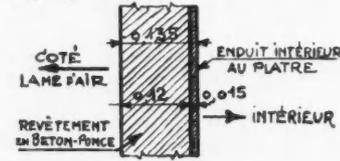

FIG. 1
a) Mur composé avec revêtement isolant en dalle de béton de pose (fig. 1) comprenant :